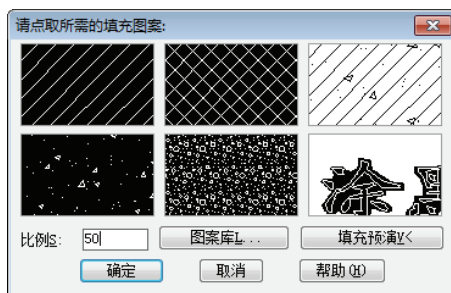

图 15-187 设置参数
19) 绘制剖面填充图案。调用“剖面填充”命令，选择待填充的区域轮廓线并按〈Enter〉键，在弹出的对话框中选择填充图案并设置填充比例，如图 15-187 所示。